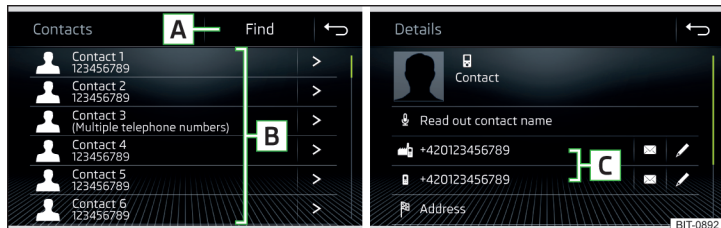

Fig. 205 Lista contactelor telefonice/detaaliile contactului
▶ În meniul principal *Telefon*, atingeți suprafața de comandă funcții , se afișează o listă a contactelor telefonice » fig. 205.